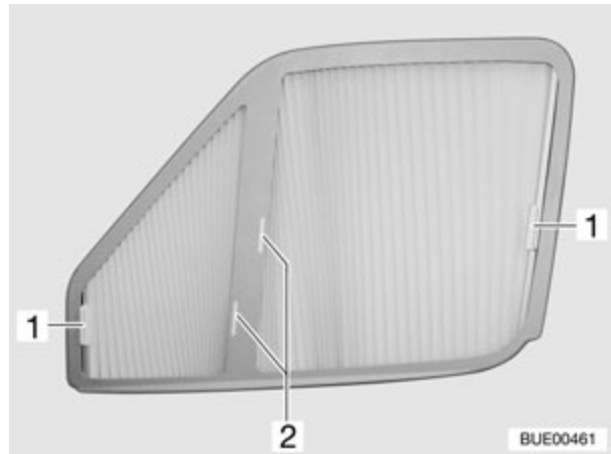

Fig. 44 Estor plegable para la ventana del conductor/ventana del acompañante (variante 1)
- Desplazar el tirador (Fig. 44,1) hasta la pieza (Fig. 44,2). El estor plegable queda asegurado.